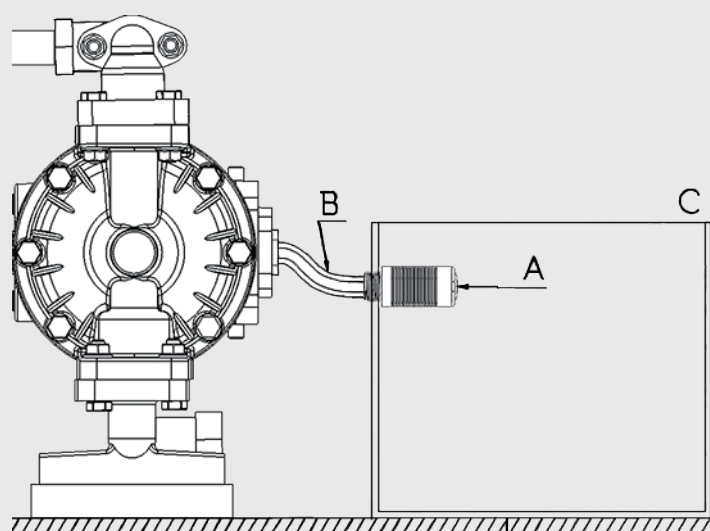

FIGURA 3
- Lleve la salida de aire a un entorno seguro con tubería. En caso de explosión del diafragma, dado que el material inflamable saldrá con aire presurizado, se evitarán algunos accidentes. (Ver figura 3).
- La instalación debe realizarse de manera que se acumule la salida de aire en un contenedor considerando la explosión del diafragma. Puedes ver esto en la Figura 3.